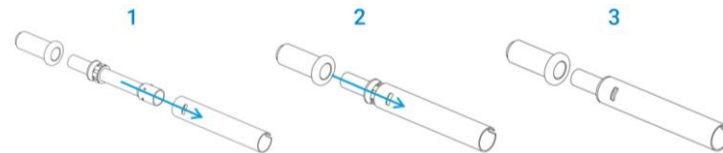

图 12 陶瓷外管组重新组装示意图
1. 将中间管小心插入陶瓷外管，直至抵住聚合物转接头。参见图 12。